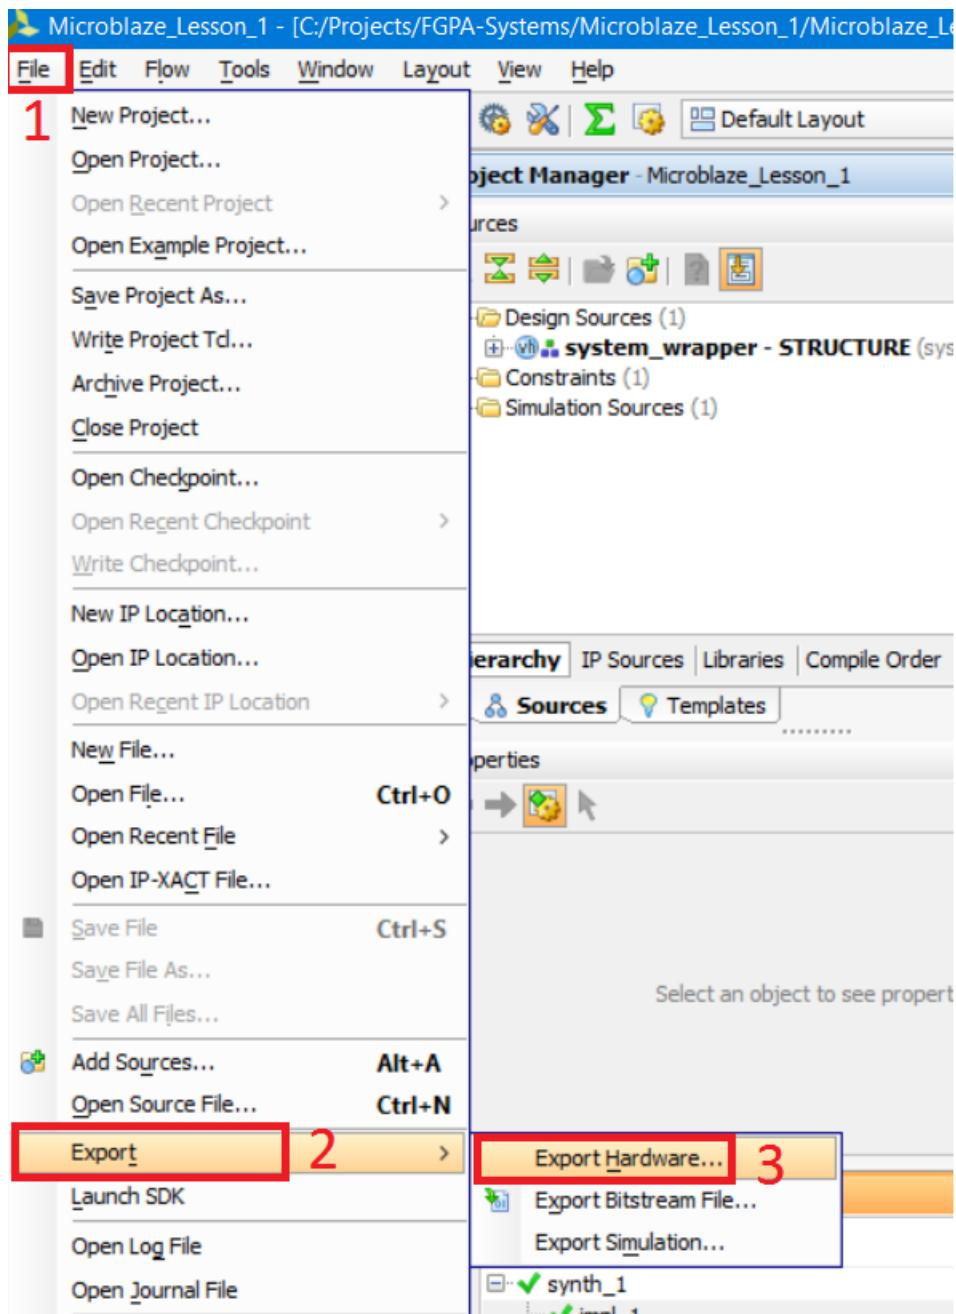

Рисунок 51 Экспорт HW-части проекта в Xilinx SDK
SW-часть (программная) необходима, чтобы «оживить» нашу собранную процессорную систему. Сейчас это просто кусок «железа», который не выполняет никаких действий. Как уже было сказано выше, разработка программной части выполняется в среде Xilinx SDK, которая есть по сути Eclipse с плагинами от Xilinx. Разумеется, что Xilinx уже автоматизировал часть процесса написания программы и подготовил некоторые исходные файлы и библиотеки, так что писать мы будем не «с нуля». Сейчас нам необходимо передать Xilinx SDK информацию об аппаратной «начинке» нашей процессорной системы: какие использованы устройства, какова их конфигурация и адреса и т.д. В общем – выполнить экспорт нашей аппаратной (HW) части. Сделать это можно, выбрав в левом верхнем углу File-Export-Hardware (рис. 51)